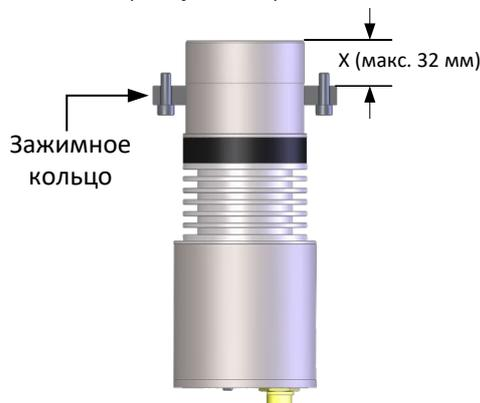

Рисунок 20: Позиционирование зажимного кольца
3. Отрегулируйте положение зажимного кольца, чтобы оно соответствовало требуемой глубине вставки (Рисунок 20)